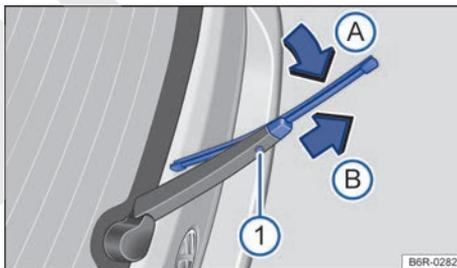

Fig. 94 Cambio de la escobilla limpiacristales de la luneta.
- Mantenga pulsada la tecla de desbloqueo → fig. 94 ①.
- Doble la escobilla en dirección al brazo del limpiacristales → fig. 94 (flecha A) y tire al mismo tiempo en el sentido de la flecha B. Es probable que tenga que emplear bastante fuerza.